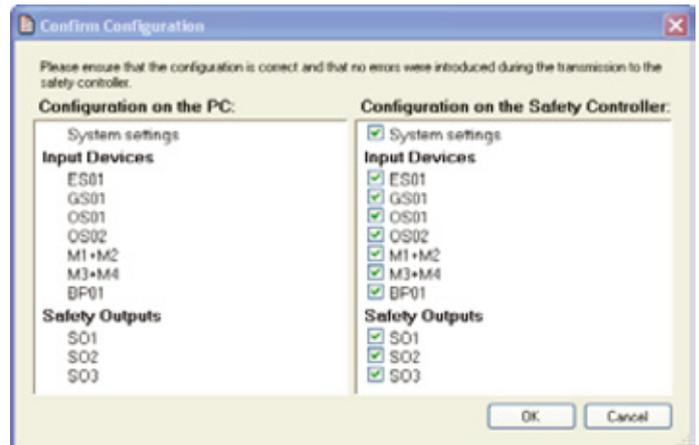

Fig. 4-11 全てユーザーによって確認されるデバイス（チェックリストは圧縮されています）の検証構成画面
□ 5. 右側の列のプロパティが左側の列のプロパティと一致する事を確かめてください。そのプロパティが正しいと判断するように、各デバイスの為に、確認をクリックまたは対応するチェックボックスをクリックして下さい。Fig. 4-11に示すように、チェックマークがボックス内に現れ、そしてセクションがリストを圧縮します。